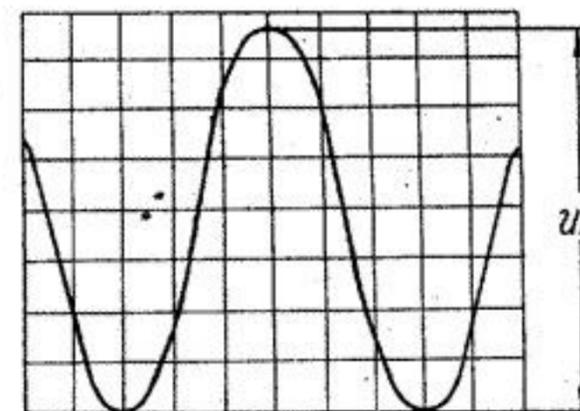

Рис. 3. Измерение полного размаха переменного напряжения.
9.2.7. Органы управления, расположенные на правой боковой стенке прибора (приложение 5, рис. 3):
е) установите ручку « \updownarrow » вертикального смещения так, чтобы минимальный уровень сигнала совпадал с одной из нижних линий, а максимальный — находился в пределах экрана. Ручкой « \longleftrightarrow » горизонтального перемещения сместите изображение таким образом, чтобы один из верхних пиков находился на вертикальной средней линии шкалы (рис. 3);